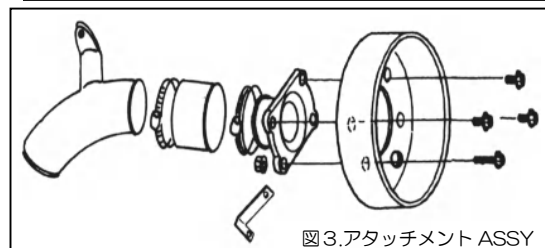

図3.アタッチメント ASSY
- 2) アダプター、ジョイントアダプター、アタッチメントパイプをラバーパイプ、バンド及び付属のボルトを使用して組み立てて下さい。この時各部は仮止めにしておいて下さい。(図3参照)